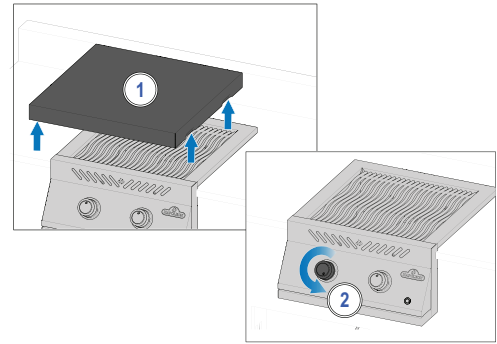

Fig. 2
4. Si el quemador no enciende, regrese la perilla a la posición de apagado, espere 5 minutos y repita los pasos 2 y 3. **(Fig. 2).**